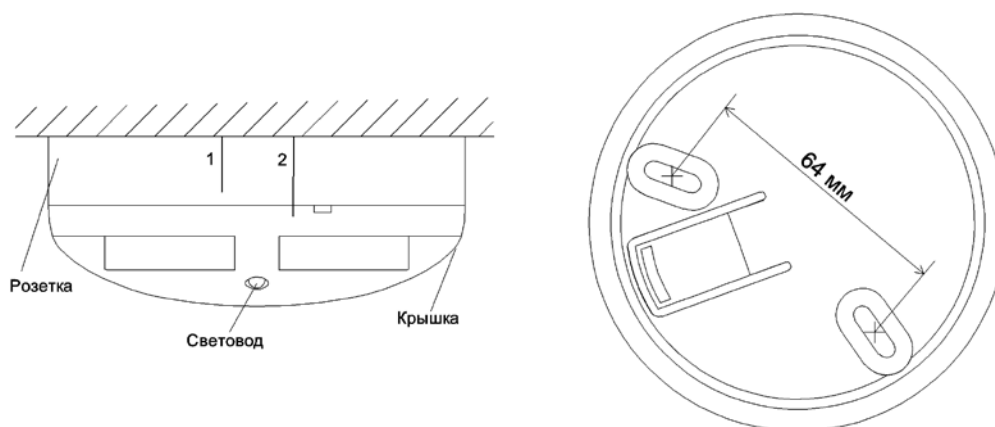

Рисунок 11.6
- При установке извещателя в розетку необходимо совместить риску на корпусе извещателя с «короткой рисккой 1» на розетке и повернуть его по часовой стрелке до совмещения с «длинной рисккой 2» (см. Рисунок 11.6).